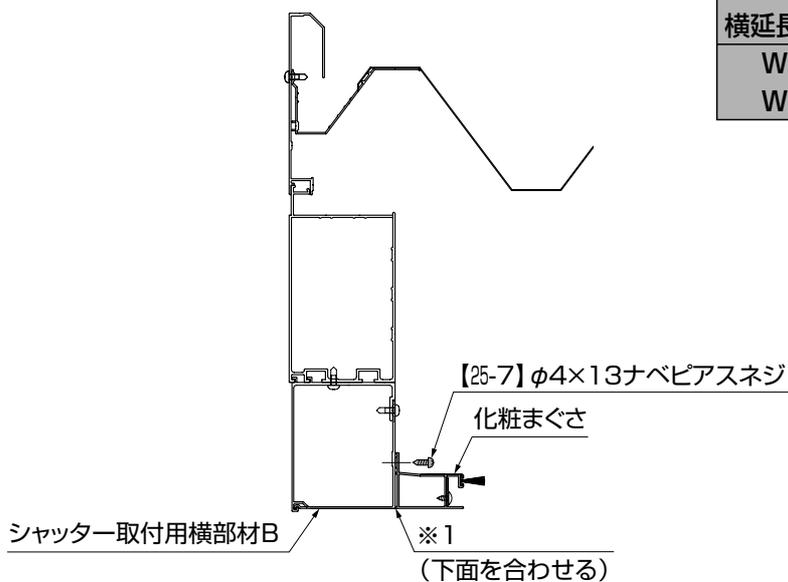

図2-1
- ①シャッター取付用横部材Bの下端に化粧まぐさの下端を合わせ(※1)、左右の出を均等にして中央を合わせて【25-7】で水平に取付けてください。(図2-1参照)